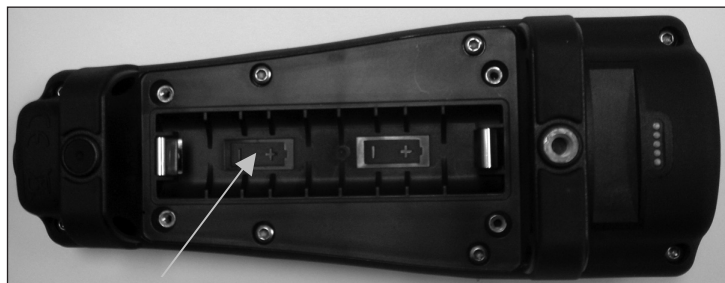

Figure 1. Pro2030 avec le couvercle des piles retiré. Notez les symboles de piles indiquant les polarités.
4. Installez les nouvelles piles, en veillant à respecter leur polarité (Figure 1).